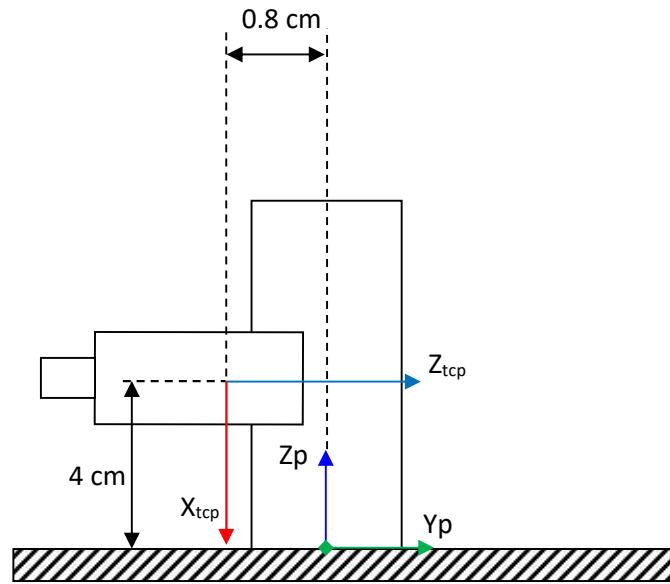

Figura 3
- e) Establecer el cálculo para determinar las matrices de transformación de la pinza que permiten manipular la pieza según lo indicado en la figura 3, estando la pieza ubicada en el punto $x = 20$ cm; $y = -10$ cm; $z = 0$ cm; y siendo sus ángulos de Euler zyx: $\alpha = 0$ rad.; $\beta = 0$ rad.; $\gamma = 0$ rad. Establecer el mismo cálculo para los ángulos de Euler zyx: $\alpha = \pi/4$ rad.; $\beta = 0$ rad.; $\gamma = 0$ rad.